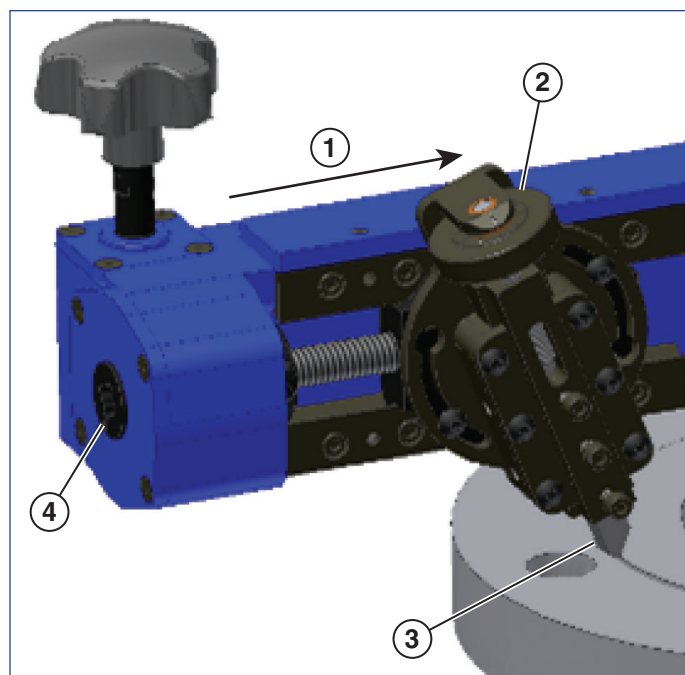

図 12
3. 製品本体はフランジ面の外径から内径に向かって切削できます。初期の切削位置を調整するため、ギアボックスアセンブリ端面にある六角穴(送りネジナット)でフランジの外径までスライドができます。深さ調整ダイヤルを回して、刃物をフランジの上面位置に合わせます。(図12参照)